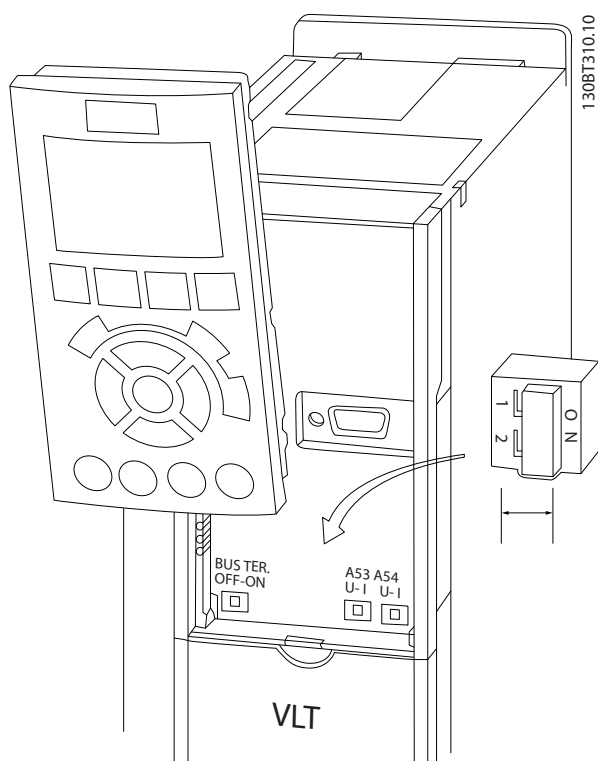

Abbildung 2.26 Lage der Schalter für die Klemmen 53 und 54
- Sie erreichen die Schalter, indem Sie das LCP abnehmen (siehe *Abbildung 2.26*). Die Optionsmodule in Steckplatz B decken diese Schalter ggf. ab. Entfernen Sie diese zum Ändern der Schaltereinstellungen. (Trennen Sie vor Arbeiten am Frequenzumrichter immer die Netzversorgung.)